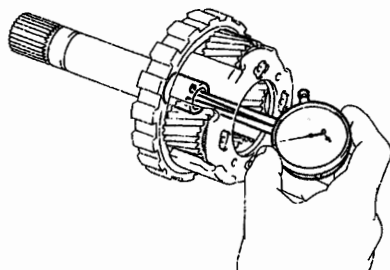

图 12-1-63
②如图 12-1-63 所示, 用百分表测量后行星齿轮衬套内径, 最大内径为 20.075mm。若内径大于最大值, 更换后行星齿轮总成。